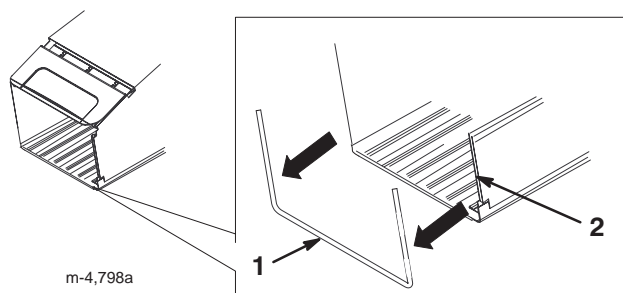

Figure 5
1. Fixez les deux panneaux latéraux du bac à herbe au cadre du bac à herbe comme illustré à la Figure 5.